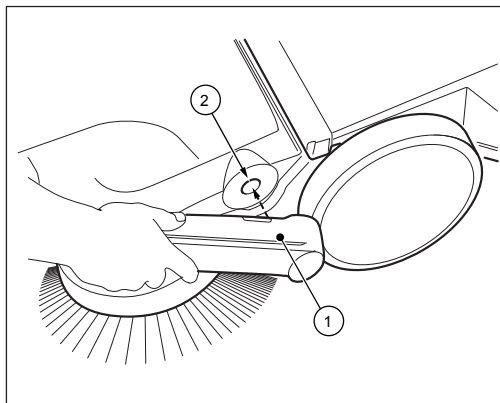

Abb. 7: Griffbeschlagsmontage
1. Positionieren Sie die Griffbeschläge (1) wie in der Abbildung 7 dargestellt.
2. Führen Sie die Griffbeschläge in dieser Position in die dafür vorgesehene Aufnahme (2) der Kehrmaschine ein. Dafür ist ggf. ein leichter Schlag auf die Griffbeschläge notwendig.